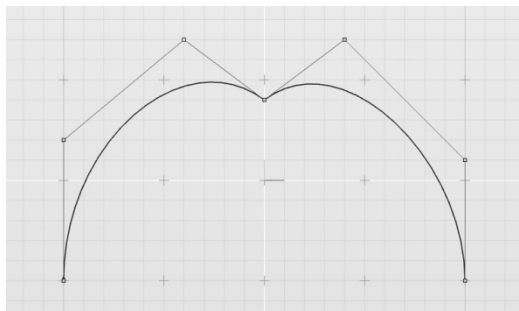

图 3-97 调整控制点
3) 对曲线形状进行调整。选中已构建的“连接曲线实体”曲线，切换到“编辑点”模式，可见该对象的控制点。此时可以尝试调整部分控制点以改变该曲线的形状，如图 3-97 所示。